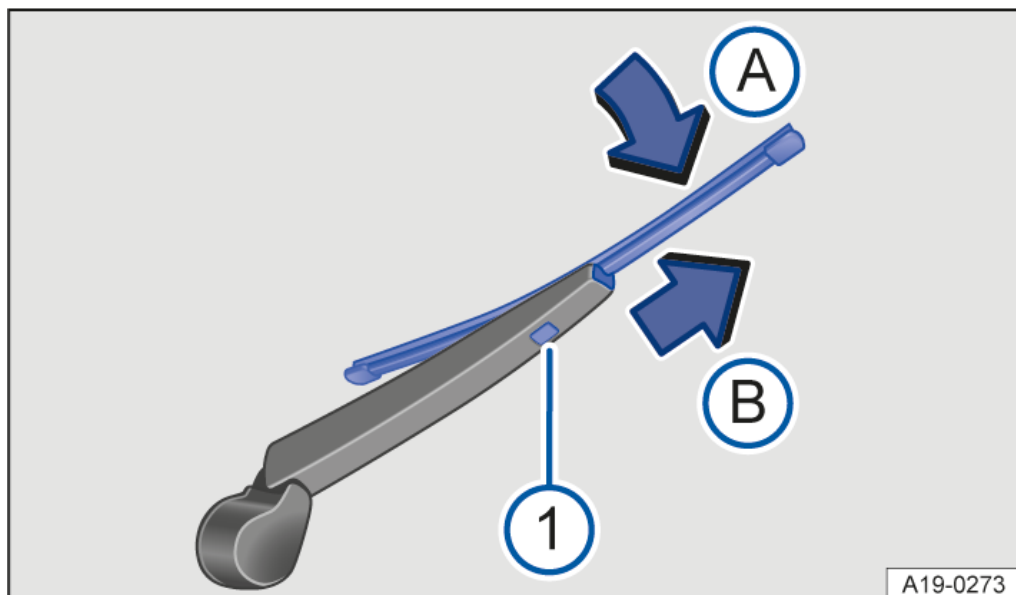

Abb. 2 Scheibenwischerblatt der Heckscheibe wechseln.
- Entriegelungstaste gedrückt halten → *Abb. 2* (1).
- Scheibenwischerblatt in Richtung Scheibenwischerarm → *Abb. 2* (Pfeil (A)) kippen und gleichzeitig in Pfeilrichtung (B) abziehen. Dazu kann ein etwas erhöhter Kraftaufwand notwendig sein.
- Neues Scheibenwischerblatt **gleicher Länge und Ausführung** auf den Scheibenwischerarm entgegen der Pfeilrichtung schieben, bis es einrastet → *Abb. 2* (Pfeil (B)). Dabei muss sich das Scheibenwischerblatt in abgeklappter Position befinden → *Abb. 2* (Pfeil (A)).